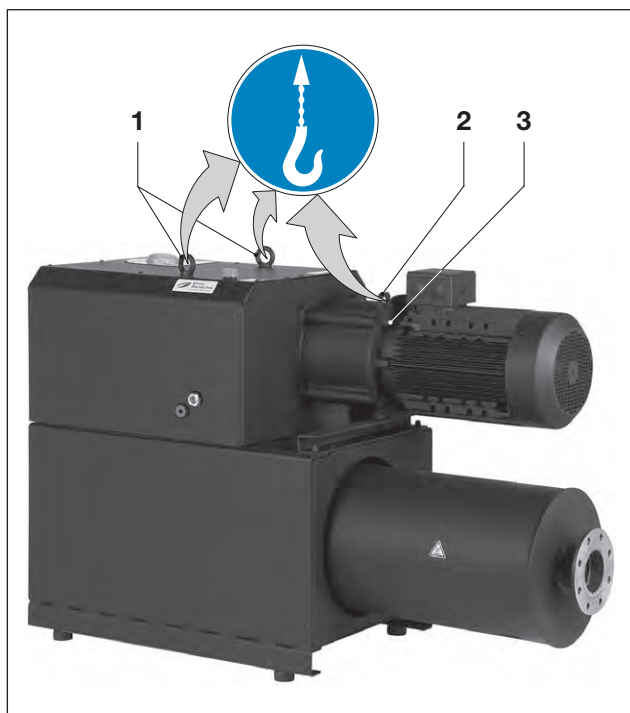

Fig. 1 Levage et transport
- Serrer les anneaux de levage (fig. 1/1) et la vis de fixation (fig. 1/3) à la languette de transport (fig. 1/2).